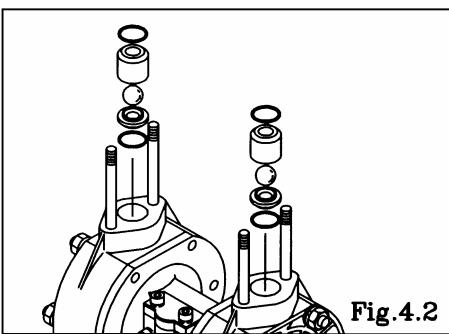

Fig.4.2
- Retire la junta tórica, la tapa de la válvula, la válvula esférica (distribuidor plano) y el asiento de la válvula. [Fig. 4.2]